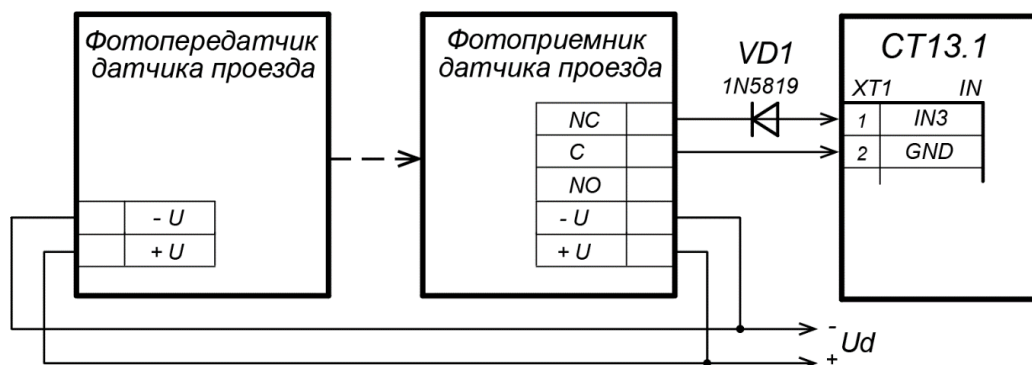

Рисунок 21. Пример схемы подключения датчика проезда
3. Датчик проезда подключается к клеммной колодке **XT1** нижней платы контроллера согласно схеме, представленной на рис. 21. Для подключения используйте тип кабеля №4 (см. табл. 4). При подключении нескольких датчиков их выходы включаются последовательно.